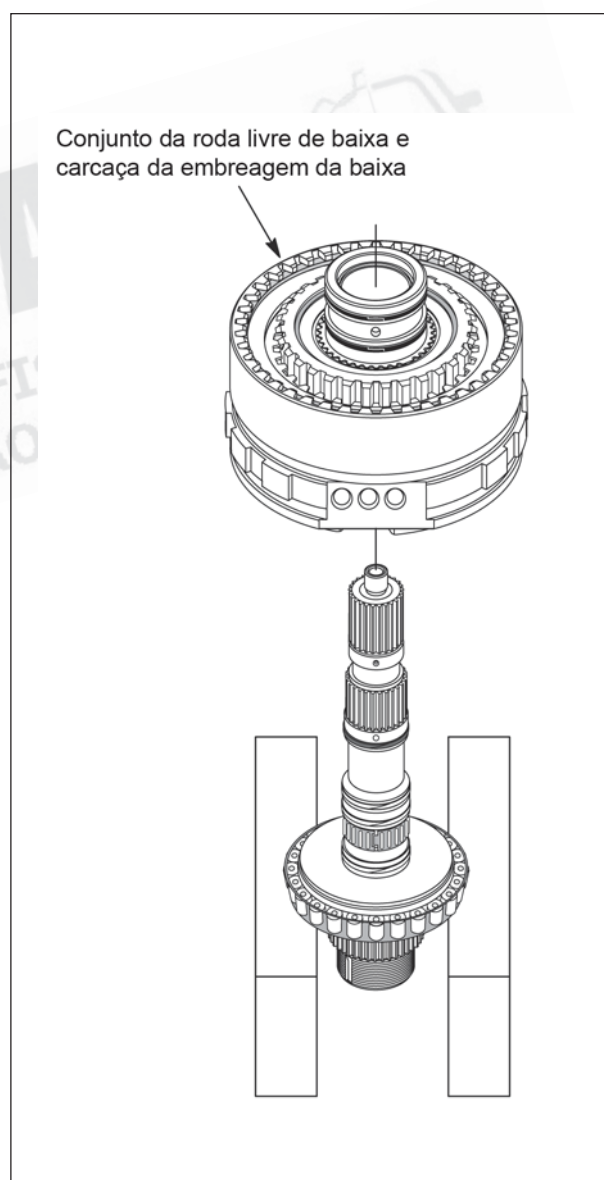

Figura 131
13. Remova a carcaça da embreagem de baixa e roda livre de baixa do eixo central da Underdrive como um só junto, conforme indicado pela figura 131, e coloque tudo de lado para posterior montagem do conjunto da baixa.